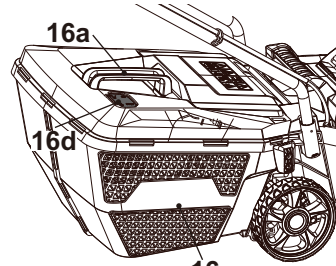

Fig. 17
2. Lorsque la trappe (16d) est fermée, le bac de ramassage (16) est plein et doit être vidé (Fig. 17).